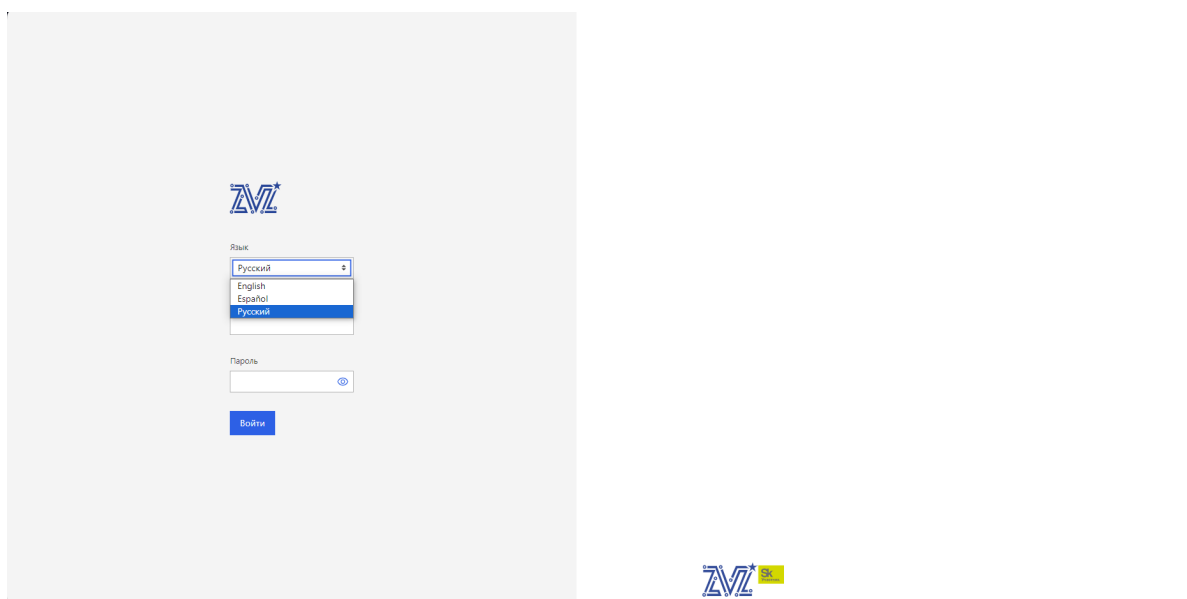

Рис. 79. Окно «Журнал событий»
- 1) Подключитесь в BMC-консоль оборудования (Журнал событий Altair Z). Во вкладке «Язык» выберите «Русский». Окно показано на рис. 79 Окно «Журнал событий»